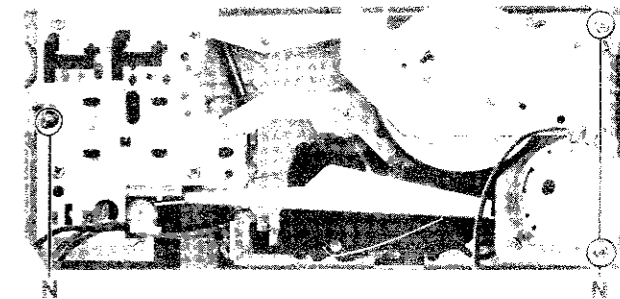

Abb. 3
2. Frontplatte ausbauen (Abb. 3)
- Frontplatte nach vorne klappen (Abb. 3)
- 3 Schrauben M herausdrehen (Abb. 3)